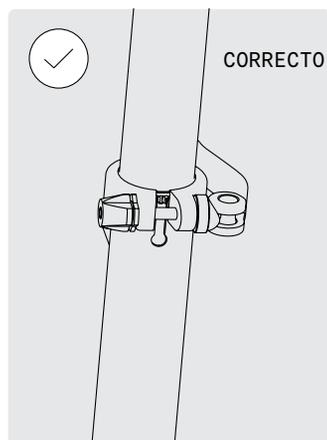

FIG. 34
- Asegúrese de que la tija no sobresalga del tubo del sillín más allá de la marca MIN/MAX (fig. 34, 35).